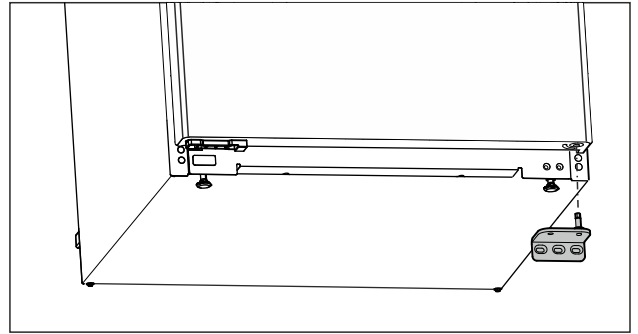

Fig. 16
- ▶ Ta av lagerbock neråt. (se Fig. 16)